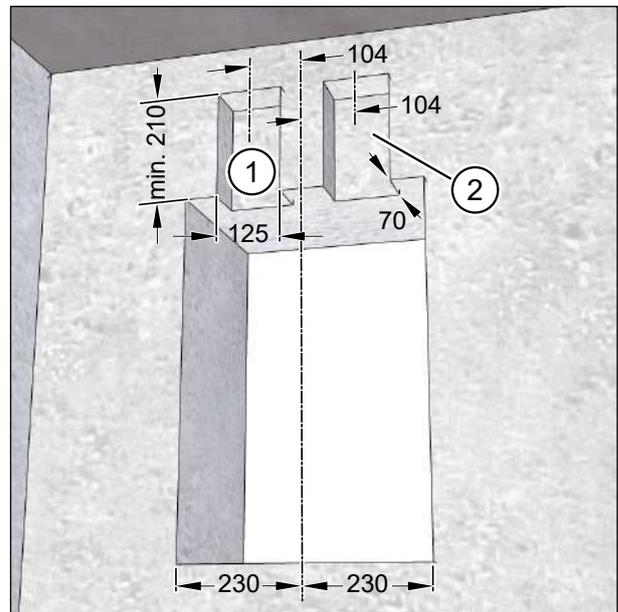

Abb. 11: Mauernuten für Flachkanalanschlüsse fräsen, Maße in Millimeter
- ▶ Fräsen Sie mit der Mauernutfräse zwei Nuten für den Abluftkanal (Pos. 1 in Abb. 11) und für den Zuluftkanal (Pos. 2 in Abb. 11) mit der Breite 125 mm, der Tiefe 70 mm und einer Höhe von mindestens 210 mm (siehe Abb. 11).